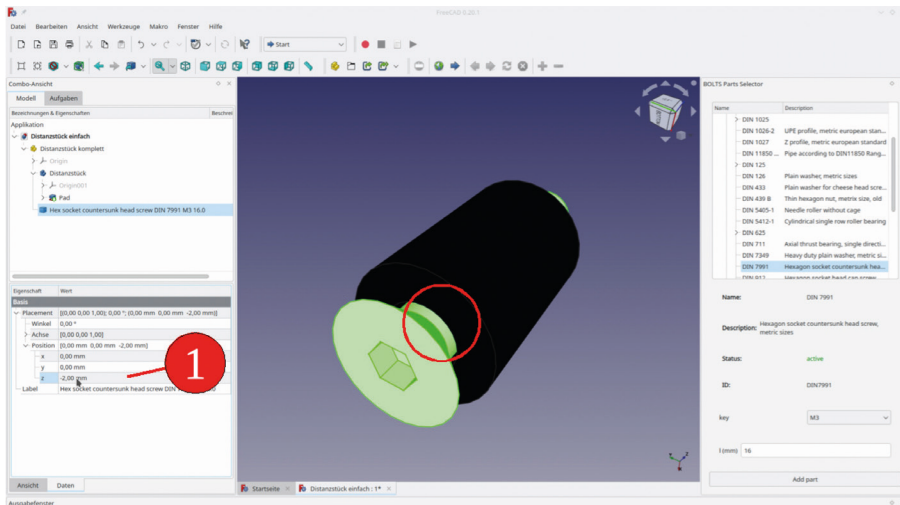

Bild 4-13
6. Die Position der Schraube ist noch unbefriedigend. Wenn man häufig mit 2 mm starkem Blech arbeitet, durch das die Schraube gesteckt wird, kann man sie gleich auf die richtige Position setzen. In diesem einfachen Fall gelingt das noch ohne die Festlegung von Beziehungen. Wir klicken einfach auf den Z-Parameter und rollen die Schraube mit der Maus um 2 mm zurück, oder tippen den Wert direkt in das zugehörige Eigenschaftsfeld ein (Bild 4-13)). Im Ergebnis steht die Schraube jetzt aus dem Distanzstück hervor. Sie benötigt keine besonders festgelegte Beziehung zum Distanzstück, da sie bei dessen Längenänderungen an ihrer Position bleibt (am Anfang des Distanzstückes, also dem Koordinatenursprung).